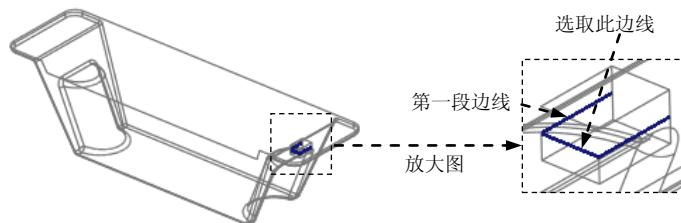

图 12.12 选取延伸边线
- (1) 遮蔽参考件。
- (2) 为了方便选取复制边线, 切换模型的显示状态到实线线框显示方式。
- (3) 如图 12.12 所示, 首先选取第一段边线。
- (4) 单击 **分型面** 功能选项卡 **编辑** ▾ 区域的 **延伸** 按钮, 此时出现 **延伸** 操控板。
- (5) 在操控板中单击 **参考** 按钮, 在“参考”界面中单击 **细节...** 按钮, 此时系统弹出“链”对话框。
- (6) 按住 Ctrl 键, 选取图 12.12 中所有的边线。
- (7) 在“链”对话框中单击 **确定** 按钮。